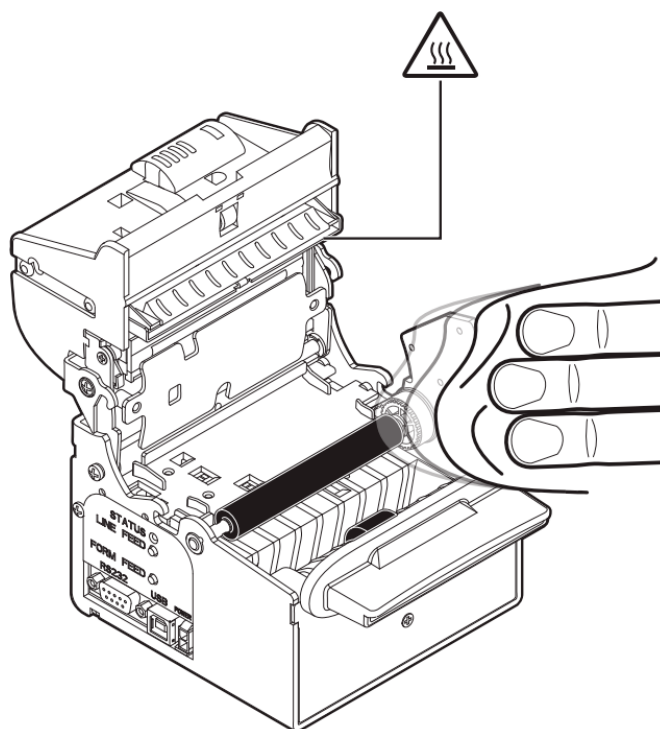

Рисунок 23. Очистка роликов захвата бумаги принтера (отмечены на рисунке черным цветом)
2. Очистка роликов захвата бумаги принтера неабразивной тканью, смоченной изопропиловым спиртом (см. рис. 23). Для очистки не используйте растворители или жесткие щетки. Не допускайте попадания воды или других жидкостей внутрь принтера.